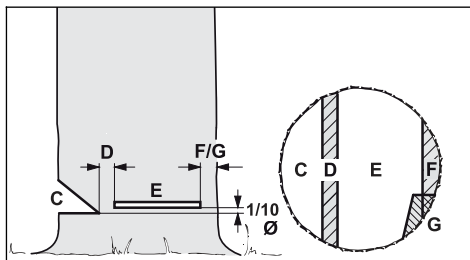

Рис. 18
- ширина недопила: около $1/10$ диаметра ствола (рис. 18);
- С помощью основного пропила (рис. 18, поз. Е) дерево заваливается.
- $1/10$ (мин. 3 см) диаметра ствола над основанием подпила (рис. 18, поз. С).
- Удерживающий ремень (рис. 18, поз. F) или защитный ремень (рис. 18, поз. G) подпирает дерево и предохраняет его от преждевременного падения.
Выбрать подходящие клинья для валки деревьев в зависимости от диаметра ствола и от ширины разреза (основного пропила (рис. 18, поз. Е)).